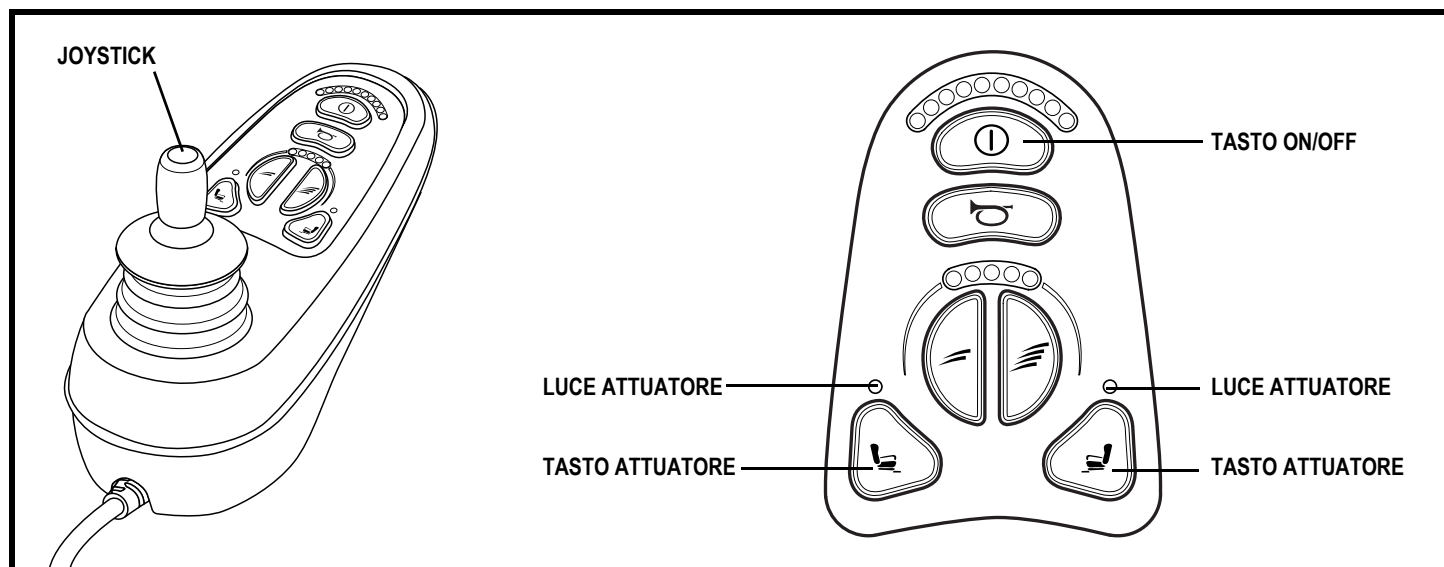

Figura 9. Centralina e tastiera VR2 a 6 tasti
1. Premere il tasto on/off per accendere la carrozzina e la centralina. **Vedere figura 9.**
2. Premere il tasto dell'attuatore desiderato per selezione la modalità attuatore. **Vedere figura 9.**
5. Premere il tasto on/off per tornare in modalità di guida. **Vedere figura 9.**